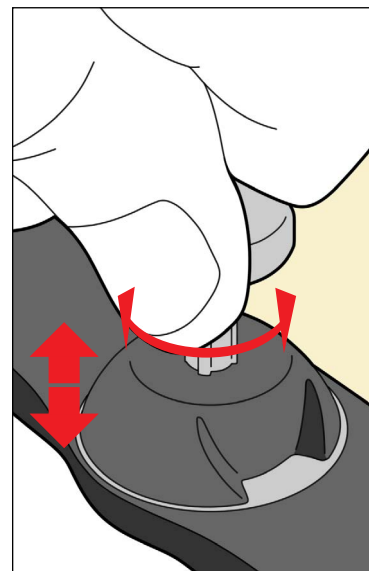

Fig. 3
- Ställ in önskad höjd på mellanlägget (shim) genom att rotera stiftet, medan den anteriora termoplastmasken är antingen påsatt på eller avtagen från patienten. Vrid medurs för att öka höjden och moturs för att minska höjden. (Fig. 3)